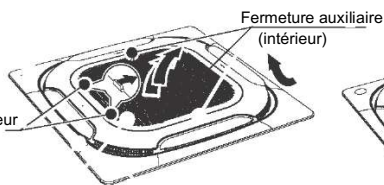

Fig. 5-11
- Faites coulisser simultanément les deux interrupteurs de la grille vers le centre, puis tirez-les vers le haut. (Voir fig. 5-11)